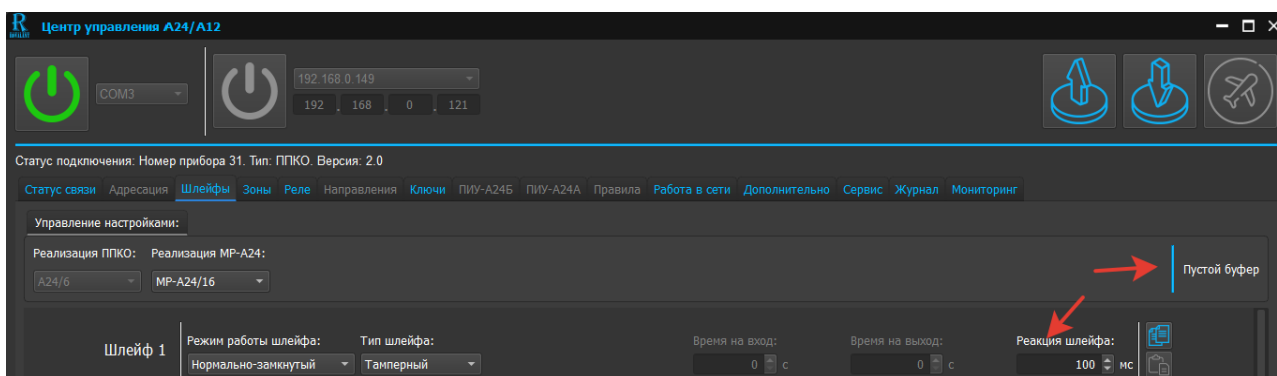

Рис. 31. Скриншот окна редактирования ШС типа «Тамперный»
6.1.8 Редактирование ШС типа «Тамперный» (см. рисунок 31)